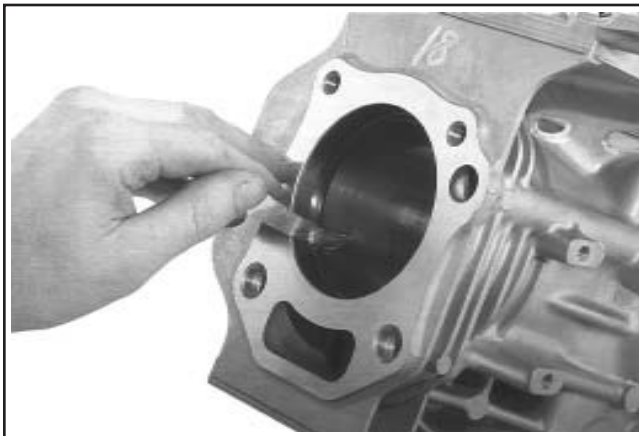

Figure 10-14. Mesure de la coupe du segment de piston.
3. Avant de mettre en place les segments sur le piston, placer chacun des segments supérieurs dans les gorges correspondantes sur le trou du cylindre et contrôler le jeu à la coupe du segment. Voir la figure 10-14. Cet espace devrait être d'un maximum de **0,9 mm (0,035 pouce)** dans un trou de cylindre déjà utilisé et de **0,2 mm/0,4 mm (0,008/0,016 pouce)** dans un nouveau trou de cylindre.